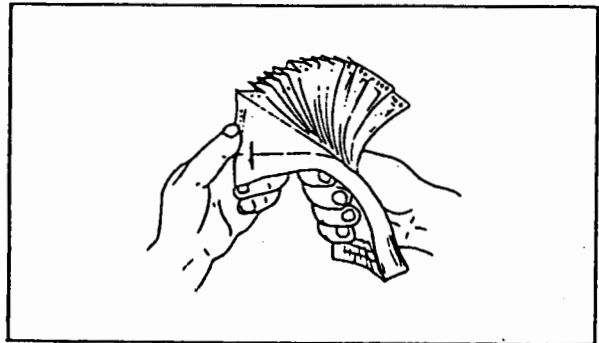

図 3.1
- (1) 折りたたみ記録紙を装填する前に図 3.1 のように記録紙の一端をもって、左右によく振りほぐしてください。